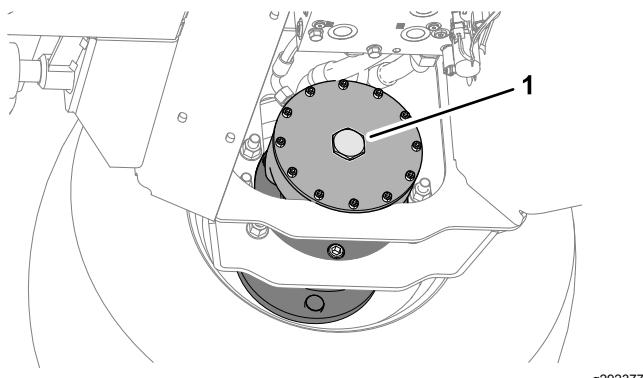

Figure 46
2. Remettez en place le bouchon hexagonal dans la plaque d'extrémité du moteur (Figure 46).
6. Rangez les 2 boulons (12 x 40 mm) et les 2 rondelles (12 mm) dans les longerons de support de la plate-forme (Figure 46).